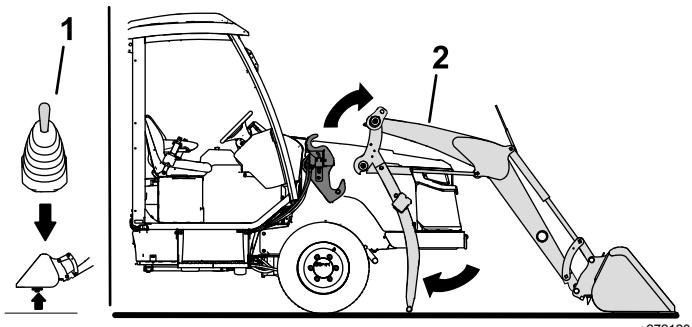

図 46
4. ローダのジョイスティックでアームを上昇させてフレームマウントから外す**図 46**。